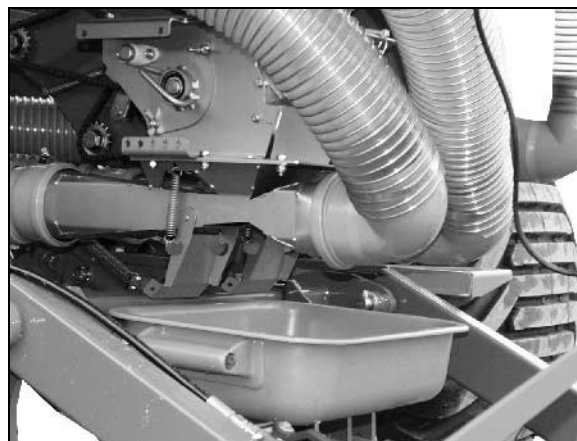

Fig. 75
3. Saatgut abdrehen: Abdrehwanne umdrehen und wieder auf die Halterung schieben (Fig. 75).